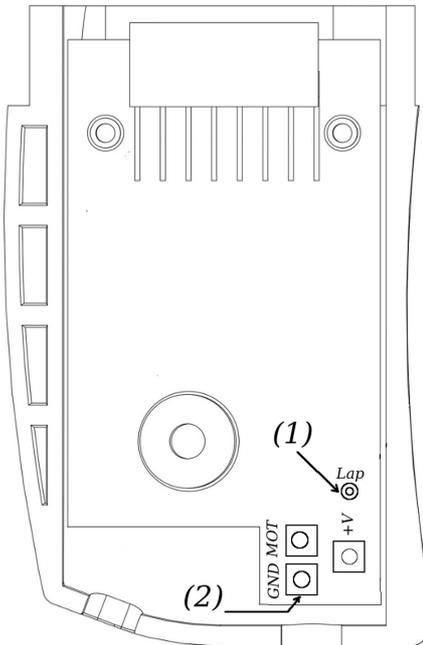
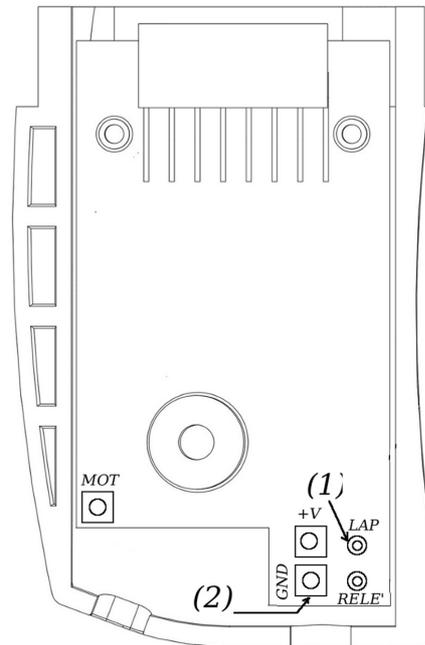

Figura 9: cartuccia analogica negativa/positiva.
Figura 10: cartuccia alta corrente.
- inserire la spina del cavo USB (10) della *Telemetry Box* nella presa USB del controllore SCP-01;
- inserire la spina USB del cavo “*connection cable*” (12), saldato alla cartuccia del controllore SCP-01 (per istruzioni fare riferimento al punto successivo), nella presa USB del cavo “*Track to Telemetry cable*” uscente dalla *Track Interface*. Nel caso si voglia evitare l'utilizzo del cavo “*connection cable*” (12) della *Telemetry Box*, l'utente può seguire quanto spiegato nel punto (1);
- saldatura “*connection cable*” (12) alla cartuccia: con riferimento alle figure 9 e 10, il filo nero deve essere saldato nel punto (2), mentre quello rosso nel punto (1). La figura 9 può essere presa come riferimento nel caso d'utilizzo di una cartuccia analogica positiva o negativa, mentre la figura 10 nel caso di una cartuccia in alta corrente. **IMPORTANTE:** la saldatura deve essere eseguita mantenendo scollegata la cartuccia dall'alimentazione. Procedere con prudenza agendo solo nei punti indicati.